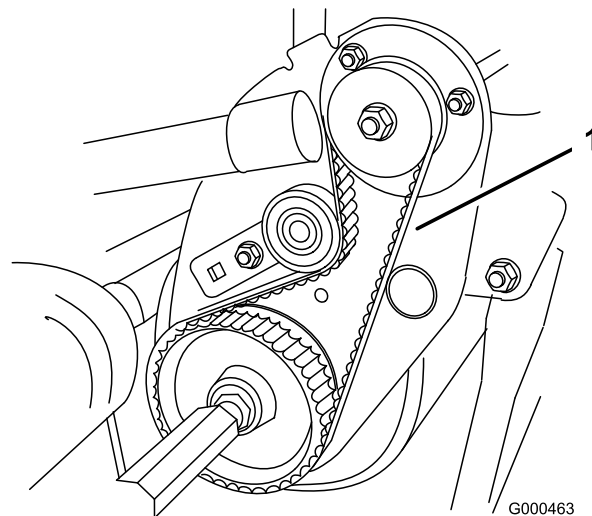

図 39
2. プーリ間の中央（図 39）でベルトを指で押して点検する。押す力は1.5~2.5 kg程度。たわみが6 mm 程度あるのが適正。たわみがこの範囲になれば、以下の要領で調整する。